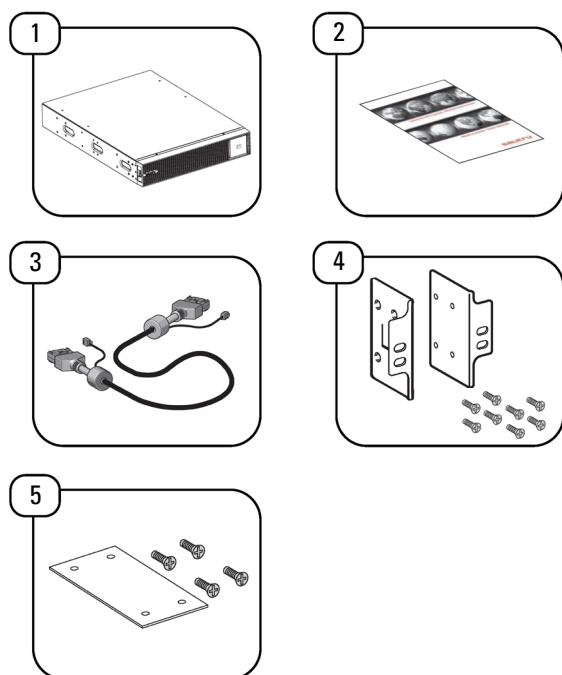

Fig. 11. Conteúdo da embalagem do módulo de baterias (EBM).
Ligar os módulos de bateria em série mediante os cabos com RJ45 incorporado (item 4 Fig. 11), como mostra a seguinte figura:
Utilizar as placas de metal fornecidas (item 5 da Fig. 11) para unir os diferentes EBM ao UPS em caso de instalação em formato torre, como mostrado a seguir: